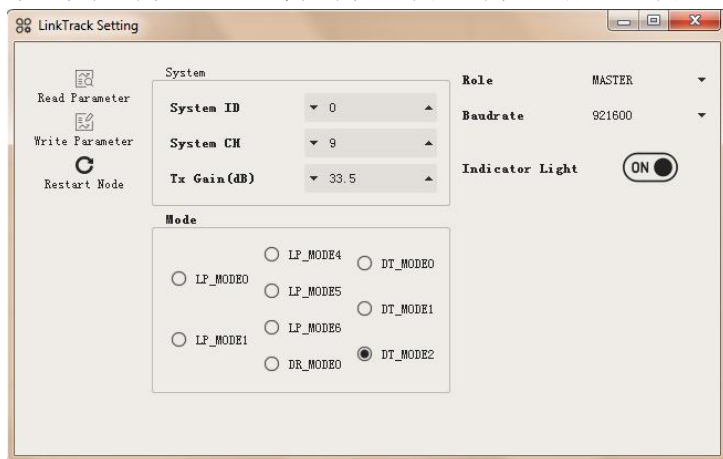
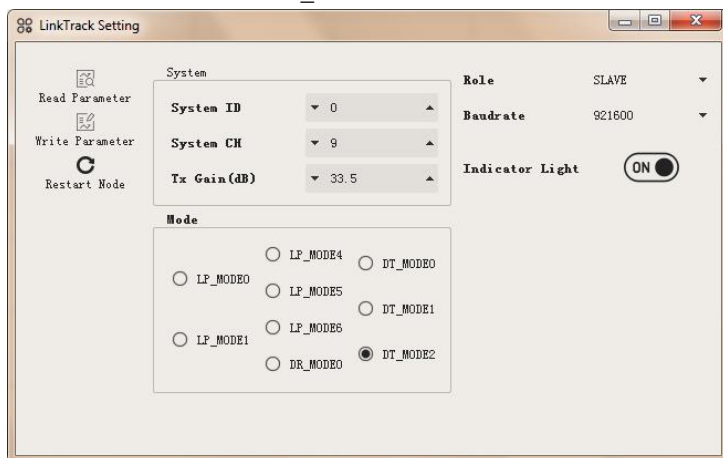

图 16: DT_MODE2 下 M 配置图
图 17: DT_MODE2 下 S 配置图
1. **【配置系统】**准备 3 个 LT 节点，通过 NAssistant 配置一个 Node 为 1 个 MASTER，简记为 M；配置另外 2 个节点为 SLAVE，简记为 S。图 16 为 M 的配置，图 17 为 S 的配置。